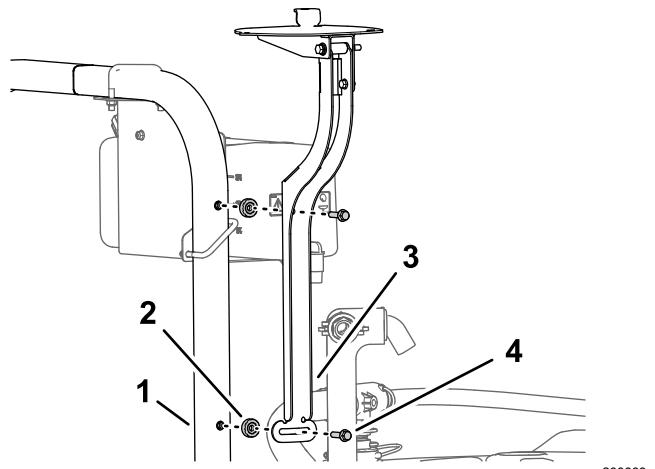

Рисунок 154
- Установите крепление приемника и проставку (3/8 x 7/16 дюйма) на защитную дугу с помощью болта с фланцевой головкой (3/8 x 1-1/2 дюйма), как показано на Рисунок 154.